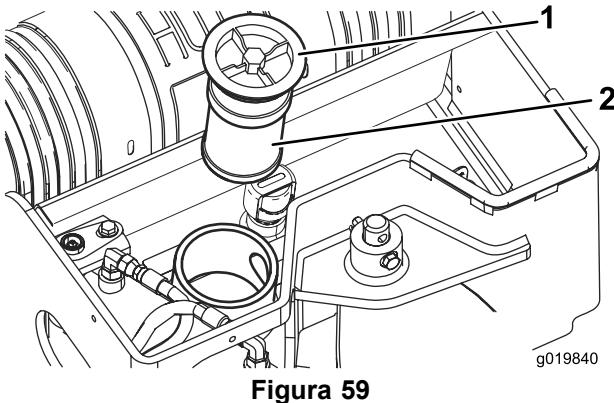

Figura 59
3. Limpie la zona alrededor del cuello de llenado del depósito de aceite hidráulico, y retire el tapón y el filtro del cuello de llenado usando una llave de tubo (Figura 59).